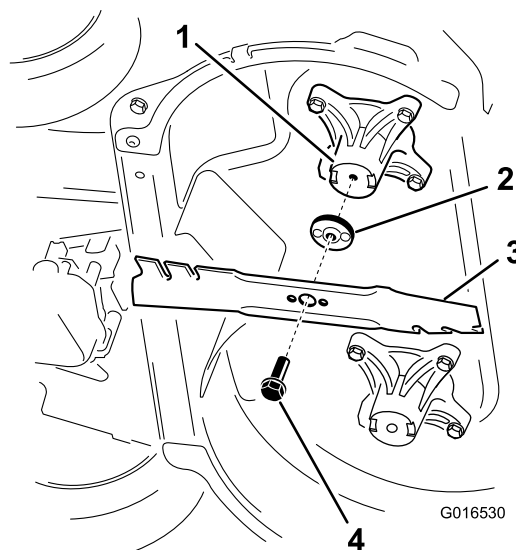

Bild 37
2. Entfernen Sie jedes Messer, siehe Bild 37.
1. Montieren Sie das erste Messer so, dass es horizontal ist, und alle Befestigungen, wie in Bild 37 dargestellt.